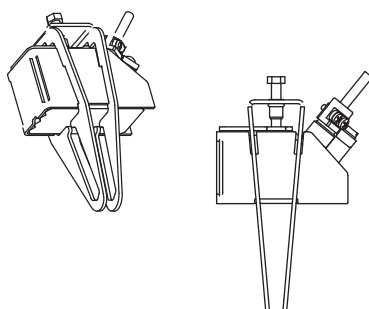

Рис. 3.8: Датчик в креплении датчика
- Вставьте датчик в крепление (смотри Рис. 3.8).